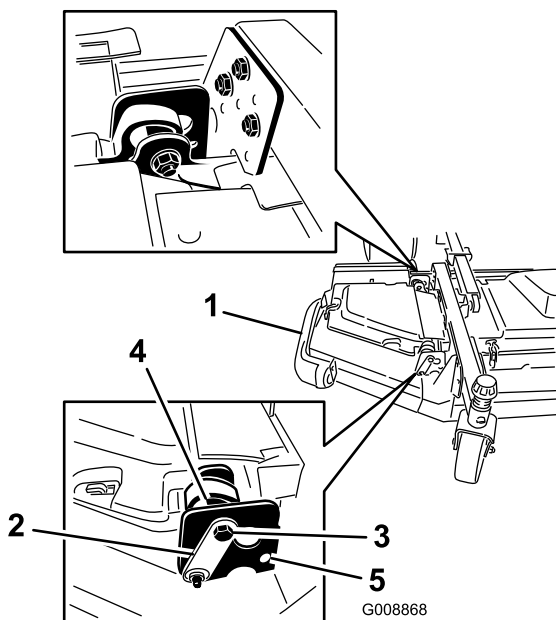

Bild 4
4. Setzen Sie die vordere und hintere Anschlagsschraube zwischen die oberen Befestigungslöcher und die Exzenter ein (Bild 4).